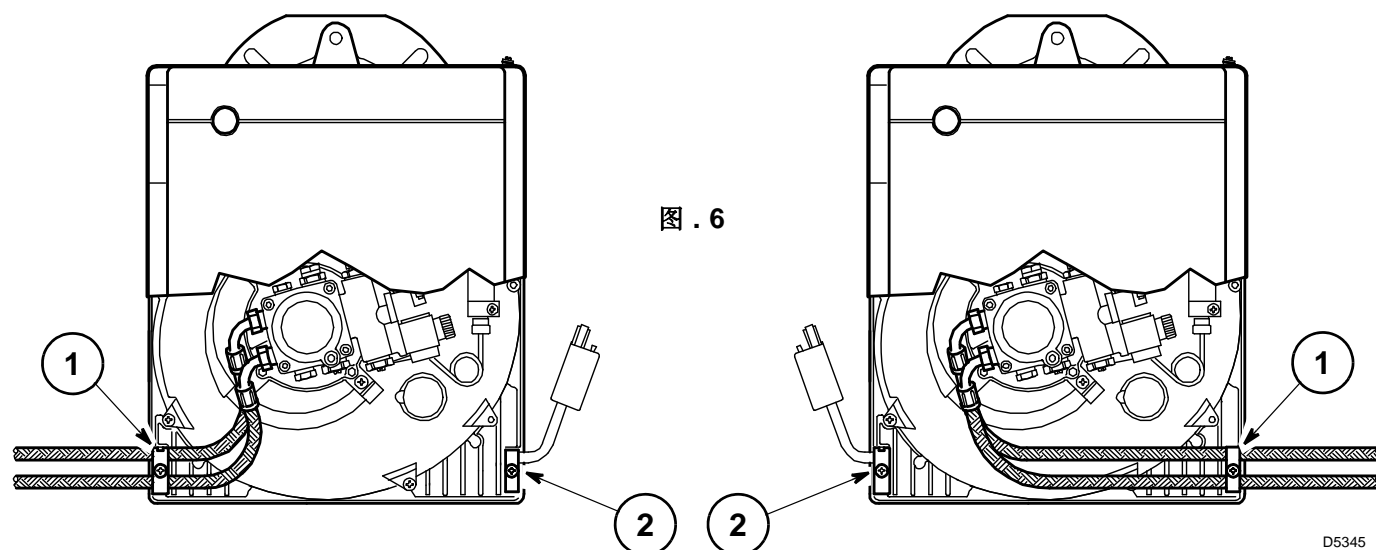

图 . 6
根据燃油管线的位置 (到燃烧器的右侧或左侧) 对应的连接板 (1) 和堵塞板 (2) 应保留, (参见图 . 6)..